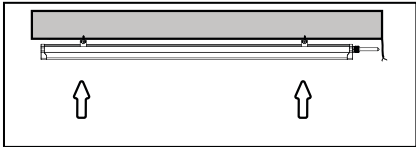

Рис. 3
- 5.12 Закрепите скобы на поверхность установки и защелкните в скобы осветительный прибор (рис. 3).